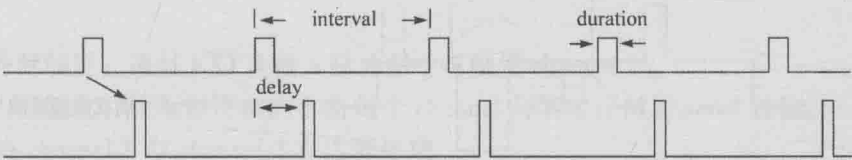
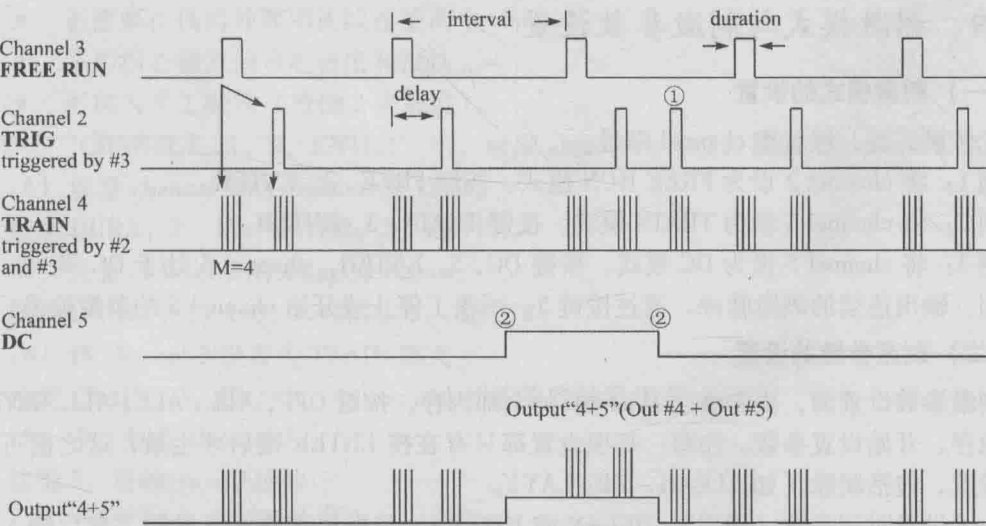

图 1-1-2 刺激参数的含义
图 1-1-3 举例说明各种输出刺激脉冲的刺激模式与刺激参数
上述参数含义见图 1-1-2。图 1-1-3 的例子显示了 Master-8 是如何工作的, 解释见表 1-1-2。
注：图 1-1-3 中，①所显示的脉冲为外部或手动按键触发的脉冲；②所显示的脉冲为手动按键 5 触发的脉冲，第一次按键 5 触发脉冲的开始，再次按键 5 触发脉冲的结束。